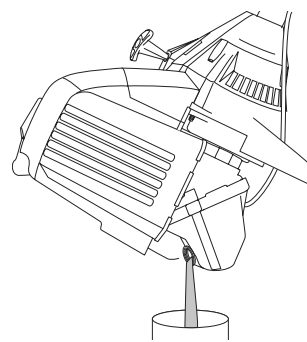

Fig. 54
3. Vierta el aceite fuera del orificio de llenado de aceite en un recipiente inclinando la unidad hasta una posici-n vertical (Fig. 54). Deje suficiente tiempo como para completar el drenaje.